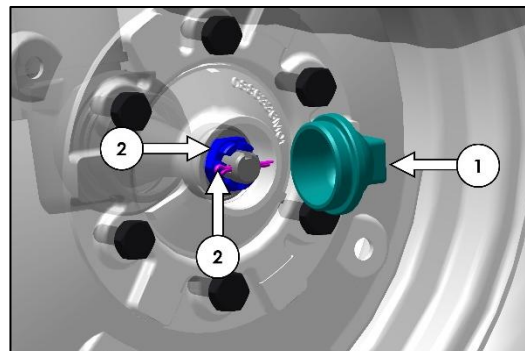

Fig. 301 : MOYEU DE ROUE AVANT
1. Stationner le tracteur sur une surface plane. Soulever l'essieu avant et retirer le cache poussière du moyeu de roue avant (élément 1 sur la figure 301).
2. Retirer la goupille fendue (élément 2 sur la figure 301) et serrer l'écrou à créneaux (élément 3 sur la fig. 301) à 60 lbs.ft (8,2 kgf.m). Desserrer ensuite cet écrou jusqu'au trou de goupille le plus proche, puis desserrer d'un pan pour obtenir le jeu axial correct, à savoir : 0,002 à 0,006 pouce (0,05 à 0,15 mm). Installer une nouvelle goupille fendue.